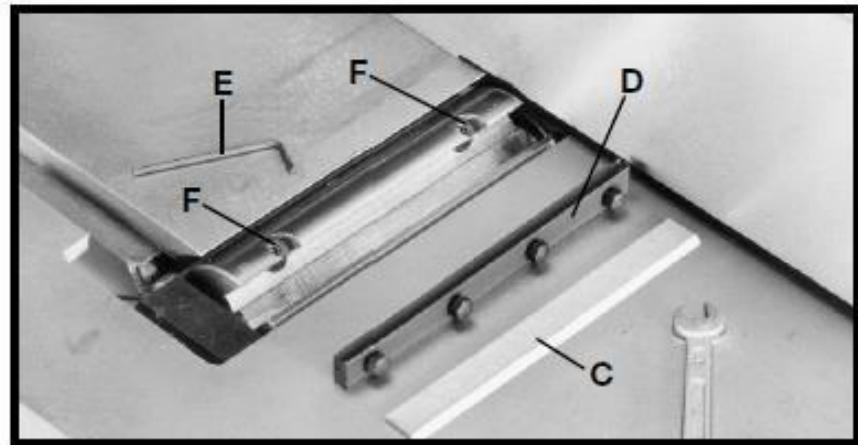

Рис. 47
3. На рис. 47 показаны нож (C) и прижимную планку (D) ножа, снятые с режущего вала. Снять оставшиеся два ножа и две прижимные планки тем же способом.
4. Ключом (E), рис. 47, опустить два регулировочных сухаря ножа книзу режущего вала, вращая винты (F) против часовой стрелки во всех трёх пазах режущего вала.
6. Поставить прижимные планки (D) ножей, рис. 47, и ножи (C) в каждый паз режущей головки.